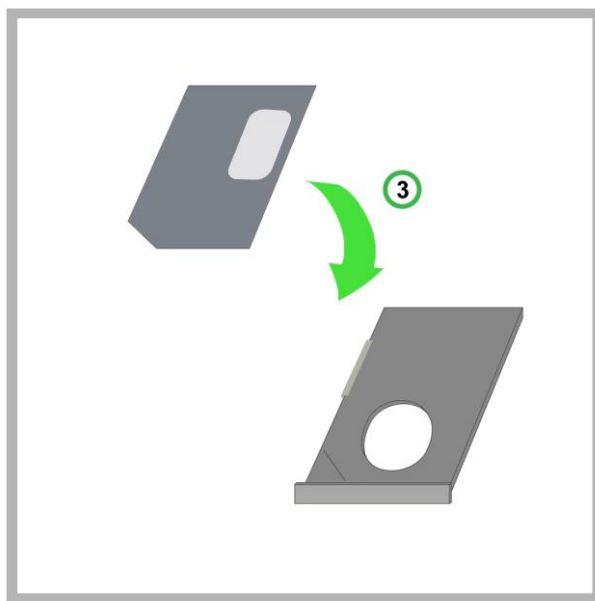

Рис. 3.2 Помещение SIM-карты в лоток
3. Поместите SIM-карту в извлеченный лоток (см. Рис. 3.2).